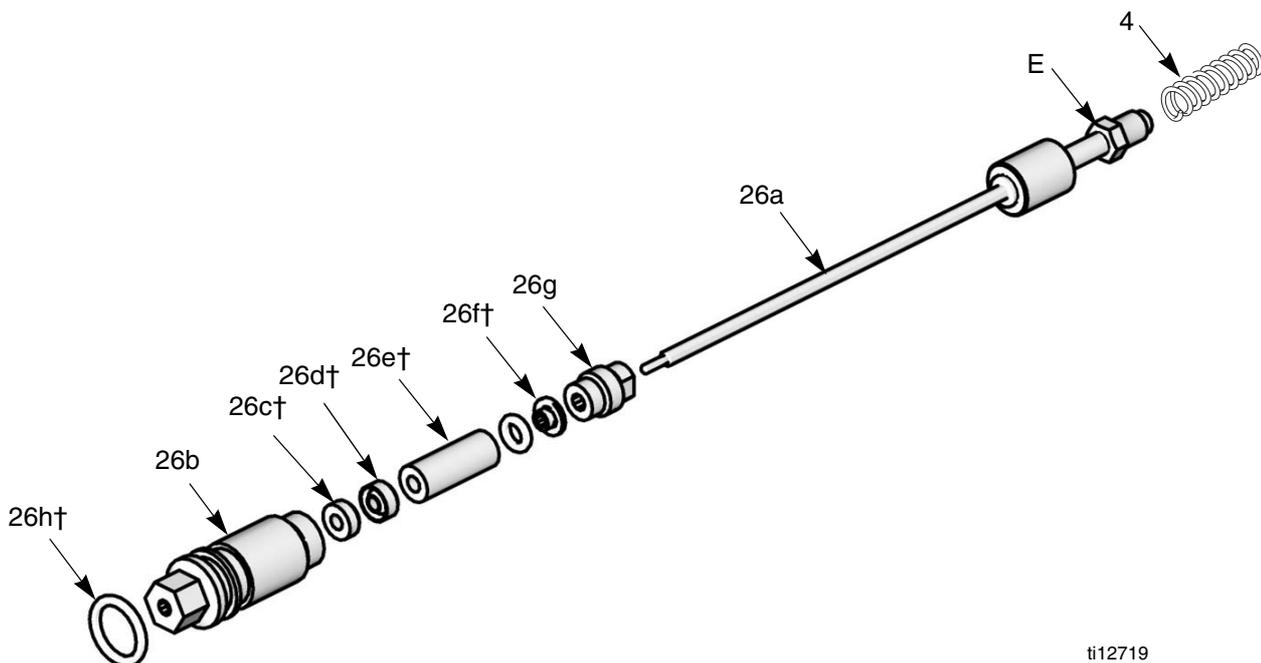

Fig. 15. Tige de presse-étoupe
1. Mettez l'écrou de presse-étoupe (26g) et le joint (26f†) sur la tige de produit (26a). Les méplats de l'écrou du presse-étoupe doivent être orientés vers l'arrière de la tige pour fluide. Le joint torique doit être tourné à l'opposé de l'écrou de presse-étoupe. Consultez la Fig. 15.
2. Remplissez la cavité intérieure de l'entretoise (26e†) de graisse diélectrique (40). Placez l'entretoise sur la tige pour fluide (26a) dans le sens indiqué. Enduisez généreusement l'extérieur de l'entretoise de graisse diélectrique.
6. Installez le ressort (4) contre l'écrou (E) comme illustré.
7. Installez l'ensemble de tige de presse-étoupe (26) dans le canon du pistolet. À l'aide de l'outil multifonctions (37), serrez l'ensemble jusqu'au contact.
8. Installez la gâchette (30) et les vis (8).